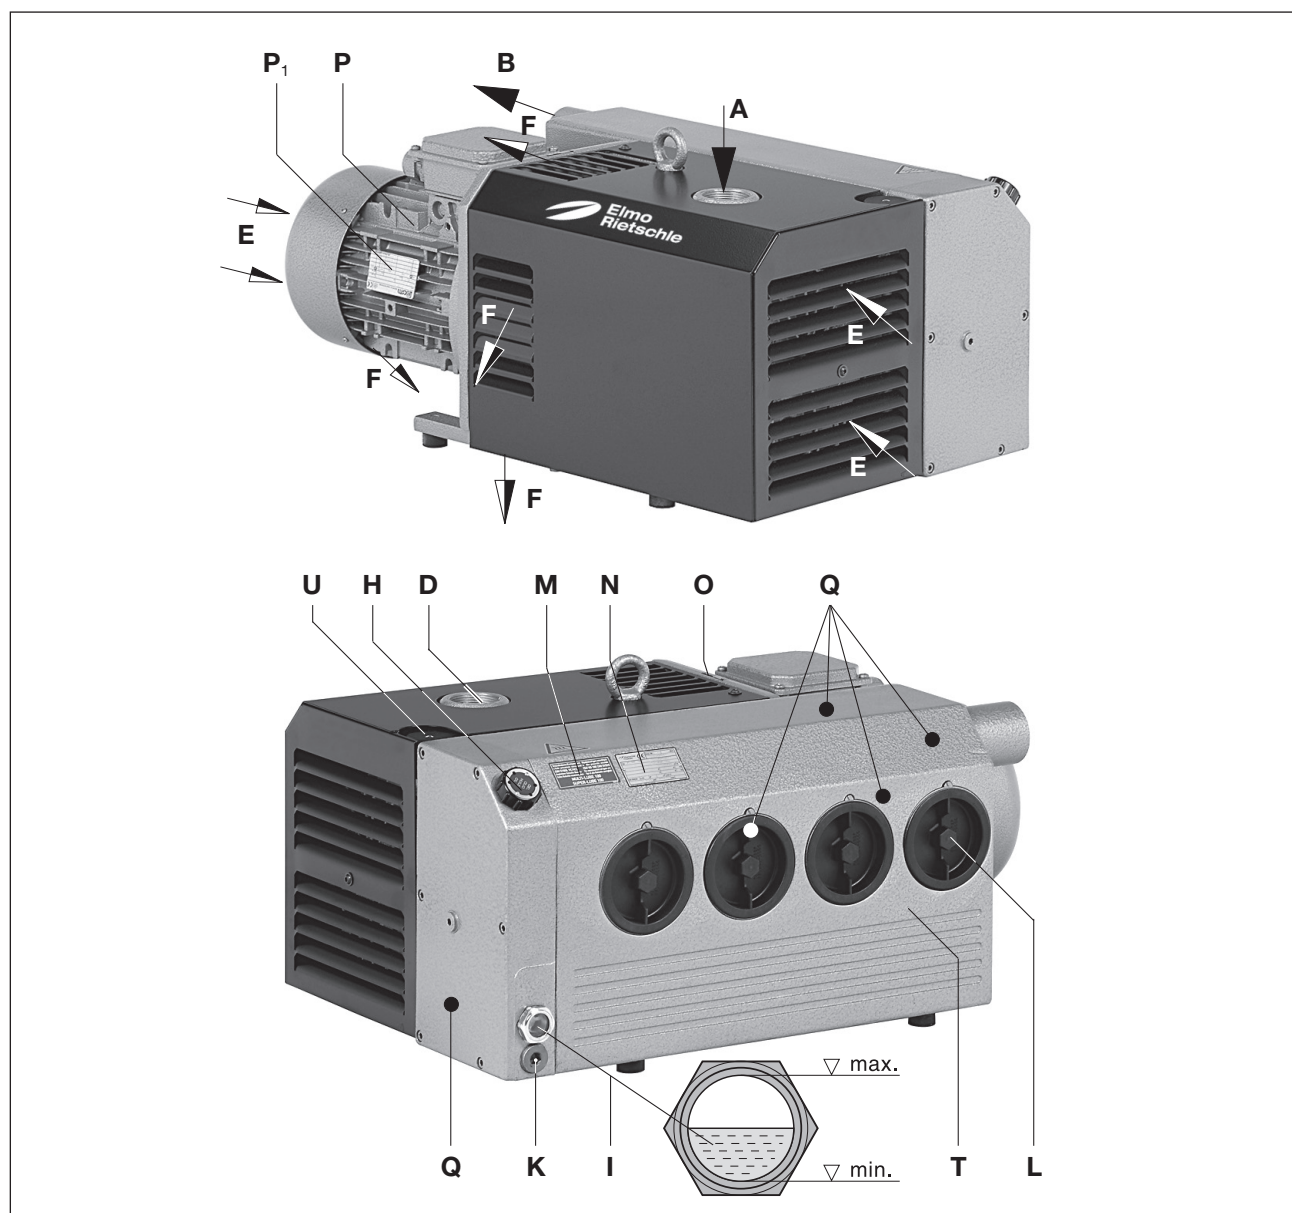

Fig. 2 Vakuumpump V-VC 50 - V-VC 150
När pumpen är i drift förhindrar en standardmässig gasballastventil (fig. 2/U) att vattenånga kondenserar i pumpens inre när små mängder olja sugas in. Vid större mängder vattenånga kan en förstärkt gasballast (tillval) användas.
Sugfläns (fig. 2/D), oljepåfyllningspunkt (fig. 2/H), oljesiktglas (fig. 2/I), oljeavtappning (fig. 2/K), gasballast (fig. 2/U) och oljeavskiljarhus (fig. 2/T) måste vara lättillgängliga. Kylluftingångarna (fig. 2/E) och kylluftutgångarna (fig. 2/F) måste hålla minst 30 cm avstånd till intilliggande väggar. Kylluft som tränger ut får inte sugas in på nytt. För underhållsarbeten ska det finnas minst 40 cm avstånd runt maskinen.
Förslutning eller minskning av frånluftöppningen (Bild 2/B) kan leda till allvarliga eller dödliga kroppsskador!
Frånluftöppningen (fig. 2/B) får varken stängas eller begränsas.
- a) Vakuumanlutningen (fig. 2/A) finns på sugflänsen (fig. 2/D).
- b) Den insugna luften kan blåsas ut fritt genom frånluftöppningen (fig. 2/B) eller föras bort med hjälp av slang- resp. rörledningar.
- a) Fyll på smörjoljan (se kapitlet „Underhåll“ avseende lämpliga sorter) från oljepåfyllningspunkten (fig. 2/H) till överkanten på siktglaset (fig. 2/I).
- a) Uppgifter om motorns elektronik finns på märkskylten (fig. 2/N) eller på motorns märkskylt (fig. 2/P₁). Motorerna uppfyller kraven i DIN EN 60034 och tillhör skyddsklass IP 55 samt isoleeringsklass F. Lämpligt kopplingsschema finns i motorns anslutningsbox (inte på versionen med kontaktdon). Motoruppgifterna måste jämföras med uppgifterna om det befintliga huvudnätverket (aktuell typ, spänning, nätverksfrekvens, tillåtet strömvärde).
Vid maskinens driftstemperatur kan yttemperaturerna på komponenterna (fig. 2/Q) överstiga 70°C. Undvika att vidröra de heta ytorna (markerade med varningsskyltar)!